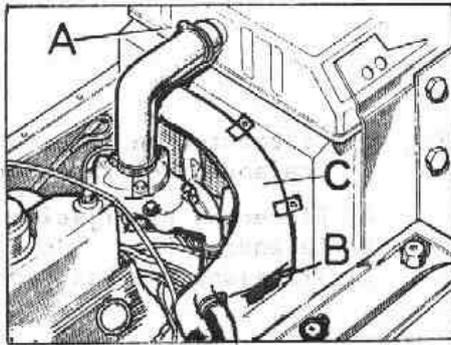

Fig. Q-6 Manguitos del radiador
- 1.8. Soltar las abrazaderas, A y B (Fig. Q-6) de los manguitos del radiador y separar éstos.